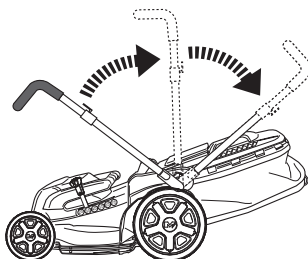

Fig. 3
- > Quando o produto é entregue, o guiador (7) está na sua posição de armazenamento.
- > Rode o guiador (7) e mova-o para sua posição de trabalho (Fig. 3).